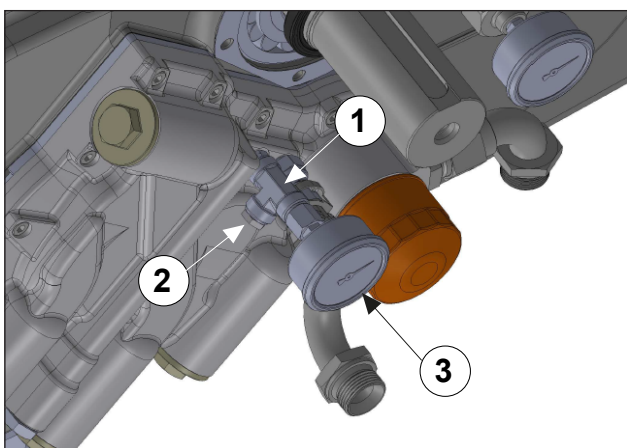

Fig. 134
Utilizzare LOX-EAL sigillareccordi 53-14 o similare per umettare il raccordo a T (pos. ①), il tappo (pos. ②) e il manometro (pos. ③) Fig. 134, ed eseguire il montaggio.